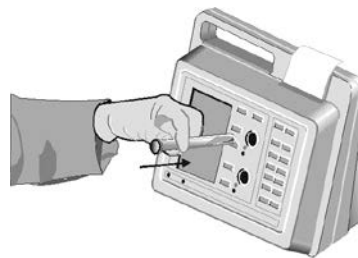

Figure 9. Insertion de l'éprouvette dans l'alvéole
3. Insérer l'éprouvette dans l'alvéole (Figure 9 ci-dessous). Faire tourner l'éprouvette rapidement d'un tour complet dans le sens des aiguilles d'une montre. L'écran affiche brièvement le message DETECTING MAGNET PLEASE WAIT (détection de l'aimant en cours, veuillez patienter).